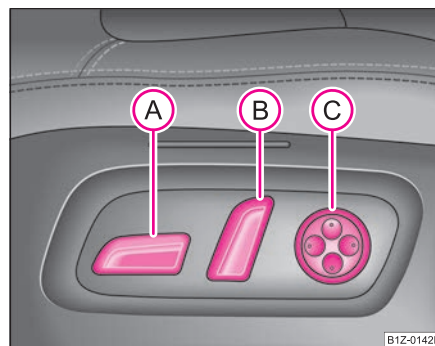

Fig. 61 Imagine din lateral: Elementele de comandă pentru reglarea scaunului
- Apăsați comutatorul (A) sau (B) ⇒ fig. 61 în sensul în care doriți să faceți reglajul.
- Pentru a mări arcuirea suportului lombar, apăsați comutatorul (C) în față ⇒ pagina 82, fig. 61.
- Pentru a micșora arcuirea suportului lombar, apăsați comutatorul (C) în spate.
- Pentru a regla arcuirea suportului lombar în sus, apăsați comutatorul (C) în sus.
- Pentru a regla arcuirea suportului lombar în jos, apăsați comutatorul (C) în jos.